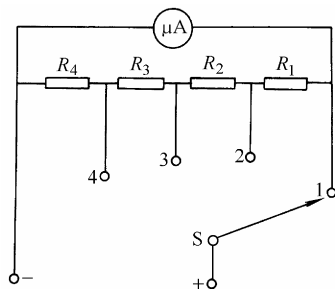

图 3-13 万用表测量直流
1. 万用表测量直流电流的电路 如图 3-13 所示， $\mu A$  为万用表的磁电系微安表头， $R_1$ 、 $R_2$ 、 $R_3$ 、 $R_4$  是为扩大量程而并联的分流电阻， $S$  为转换开关，“+”、“-”为测试棒插孔。当转换开关  $S$  由位置 1 依次置于 2、3、4 时，分流电阻则逐渐减小，而量程范围却不断扩大，从而可以实现不同范围的直流电流的测量。